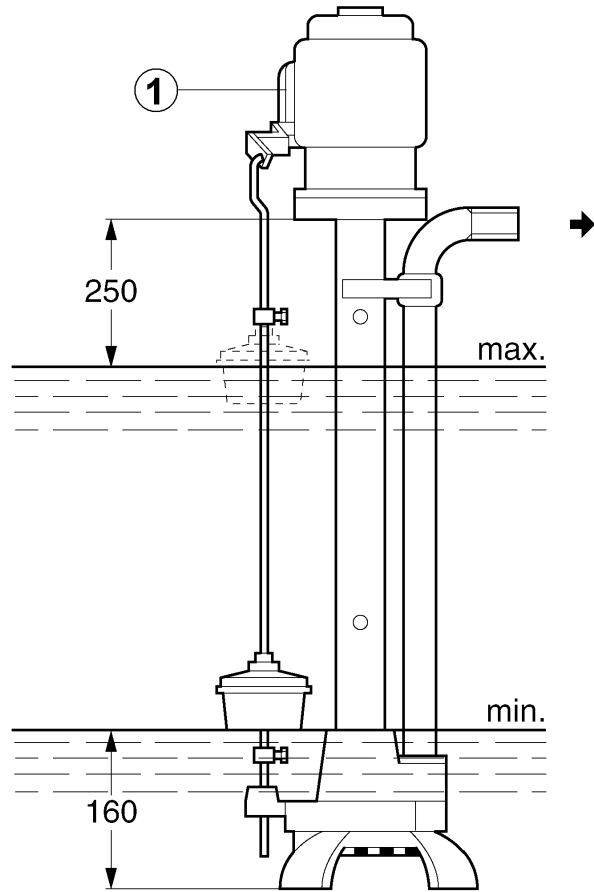

Fig. 1
Выключатель установлен непосредственно на клеммовой коробке двигателя (Рис. 1, поз. 1).
5.1 Монтаж (Рис. 1, 2)